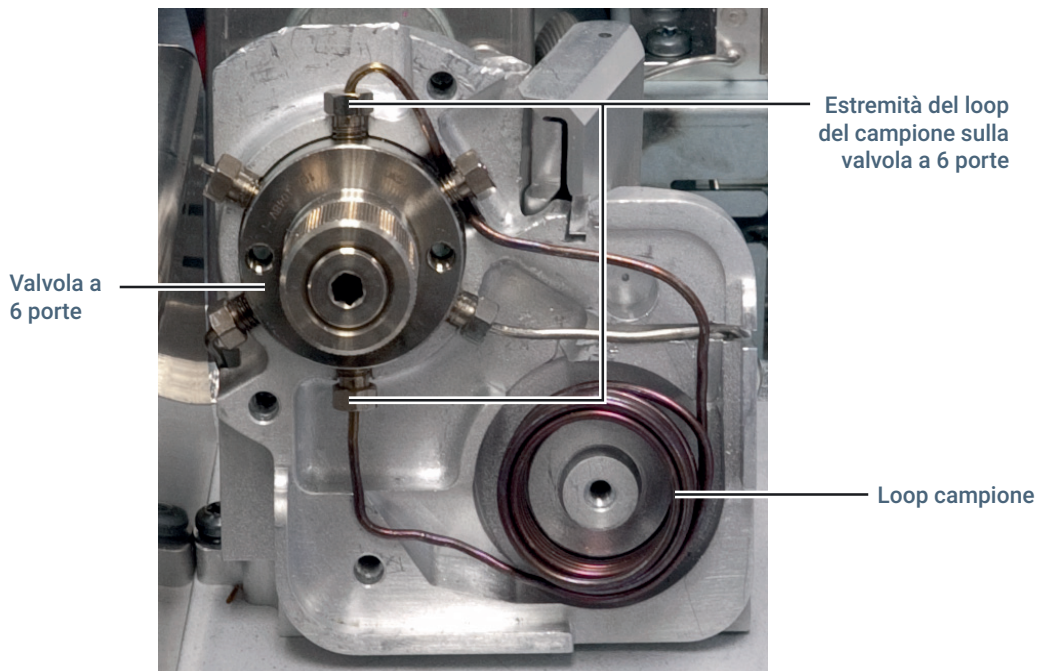

Figura 19. Scollegare il loop del campione dalla valvola a 6 porte
- 7 Utilizzando una chiave inglese da 1/4", scollegare le due estremità del loop del campione dalla valvola a 6 porte (**Figura 19**).
- 9 Rimuovere il pannello del loop del campione (**Figura 19**). Tirare il raccordo della sonda del campione verso l'esterno, in modo sufficiente da far scivolare i tubi del loop del campione al di sotto di esso.